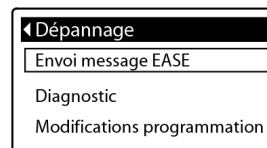
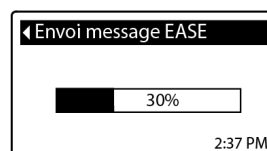

FIG.81
FIG.82
5. Appuyez sur SELECT (O) pour afficher le menu Dépannage (Figure 81).
9. Une barre s'affiche indiquant la progression de la transmission (Figure 82). Une fois terminée, l'écran Dépannage réapparaît immédiatement (Figure 81).